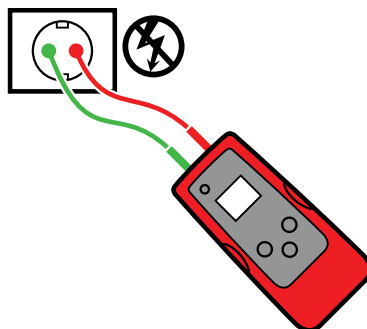

Figura 3.5a
3. Collegare i cavetti rosso e verde ai cavi Linea e Neutro dello stesso ricettacolo o cavo (vedi figura 3.5a).*